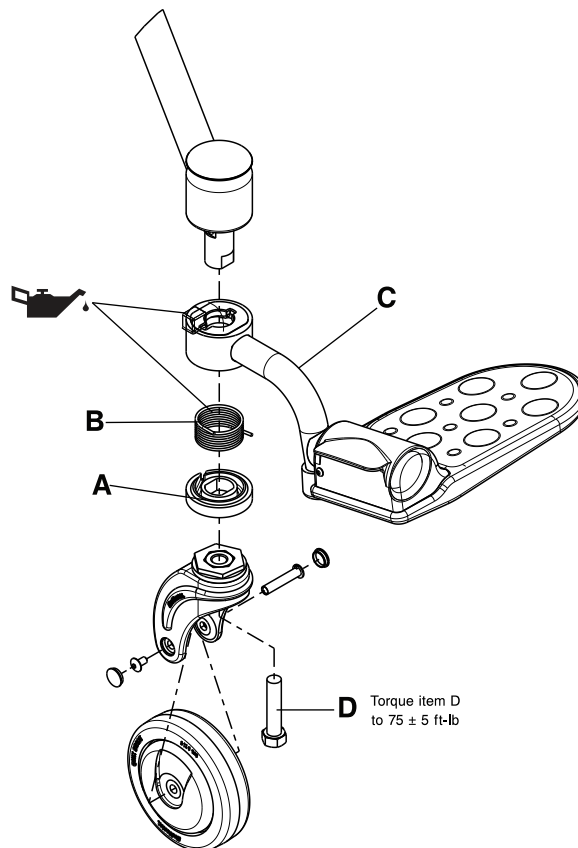

Figura 6-27: Sostituzione del poggiatesta girevole
4. Afferrare la base portamolla del poggiatesta (A) e tirarla per rimuoverla dalla sedia. Eliminare la base portamolla del poggiatesta.
5. Estrarre la molla di torsione (B) del poggiatesta ed eliminarla.
7. Ruotare il gruppo poggiatesta girevole (C) e tirarlo verso il basso per rimuoverlo dalla sedia. Eliminare il gruppo poggiatesta.
8. Applicare il lubrificante Syntec (3000-200-7 19) nelle parti indicate (Figura 6-27 a pagina 6-44).
9. Eseguire in ordine inverso i punti da 3 a 8 per montare il nuovo gruppo poggiatesta girevole. Serrare il bullone della forcella della ruota piroettante (D) a  $75 \pm 5$  ft-lb ( $102 \pm 7$  Nm) con la chiave dinamometrica da 3/8" prima di installare la ruota nella forcella.